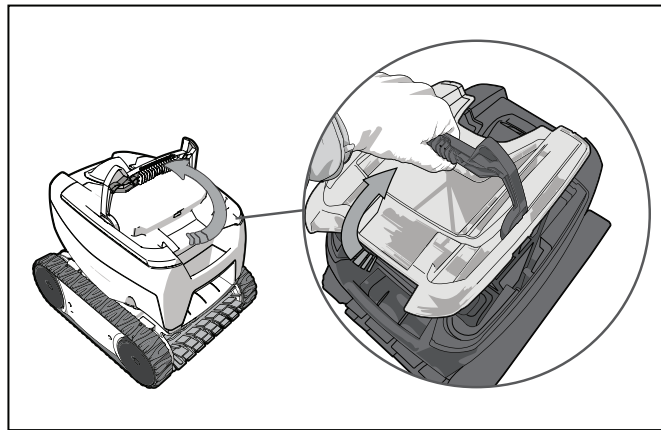

Figura 9. Liberar la manija del depósito del filtro
2. Levante para liberar la manija del depósito del filtro (Figura 9).